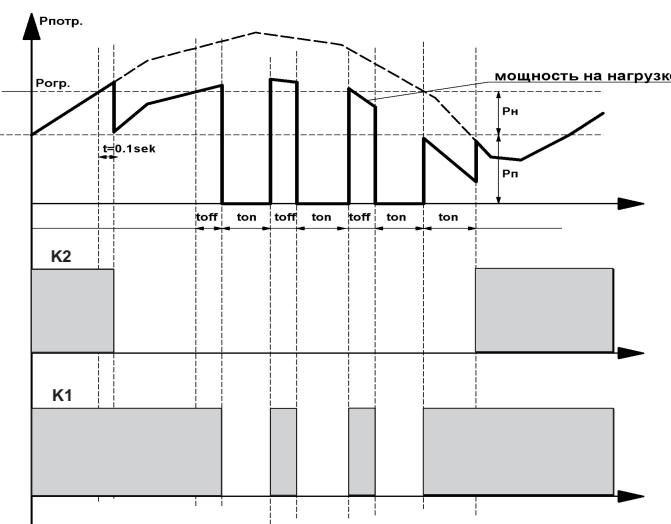

Рис.1 Диаграмма работы ОМ-630-2 с приоритетной нагрузкой
5.2 Режим работы с приоритетной нагрузкой. Нагрузка разбивается на две части, приоритетную R_p, отключать которую нежелательно и неприоритетную R_n. При перегрузке отключается R_n без временной задержки. Если перегрузки нет, R_n отключена, R_p подключена. Если перегрузка продолжается, R_n отключается в соответствии с установленным временем Toff. При снижении потребляемой мощности R_p подключается через время Ton, затем через это же время подключается и нагрузка R_n. Диаграмма работы на Рис.1, схема включения на Рис.2. Преимущества режима: нет полного отключения от сети питания, сум-